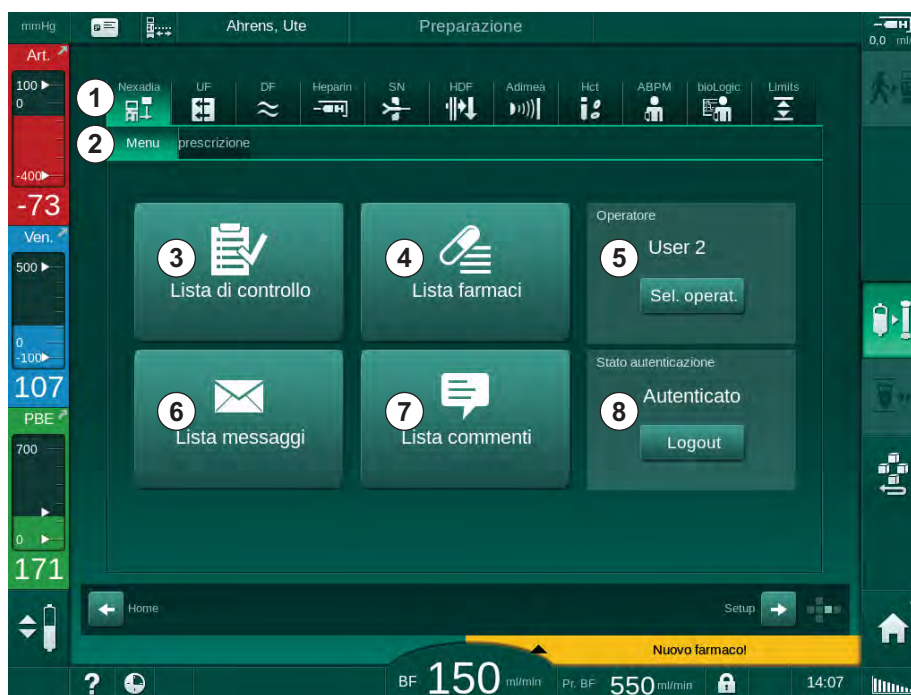

Fig. 11-34 Menu Nexadia nella videata *Dati terapia*
Con Nexadia, l'apparecchiatura è in grado di inviare e/o ricevere informazione (ad es. messaggi, commenti e liste) tra apparecchiatura e server dati. E' inoltre possibile selezionare l'operatore. È possibile gestire queste opzioni nel menu Nexadia. Questo menu si apre toccando l'icona *Nexadia* (Fig. 11-34, ①) e il tasto *Menu* ② della videata *Dati terapia*.
1. Toccare *Selezionare operatore* del menu Nexadia (Fig. 11-34 Menu Nexadia nella videata Dati terapia (311), ⑤).
1. Toccare l'icona *Lista commenti* del menu Nexadia (Fig. 11-34 Menu Nexadia nella videata Dati terapia (311), ⑦).
1. Toccare l'icona *Lista di controllo* del menu Nexadia (Fig. 11-34 Menu Nexadia nella videata Dati terapia (311), ③).
1. Toccare l'icona *Lista farmaci* del menu Nexadia (Fig. 11-34 Menu Nexadia nella videata Dati terapia (311), ④).
1. Toccare l'icona *Lista messaggi* del menu Nexadia (Fig. 11-34 Menu Nexadia nella videata Dati terapia (311), ⑥).